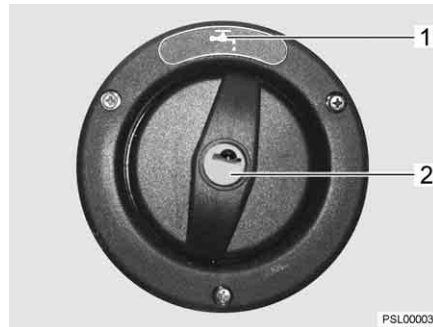

Bild 164 Lock för påfyllningsöppningen för dricksvatten
Påfyllningsöppningen för dricksvatten är märkt med symbolen "☞" (Bild 164,1). Locket låses och låses upp med nyckeln till de utvändiga låsen (utvändiga luckorna).
- Stick in nyckeln i låscylindern (Bild 164,2) och vrid ett kvarts varv moturs.